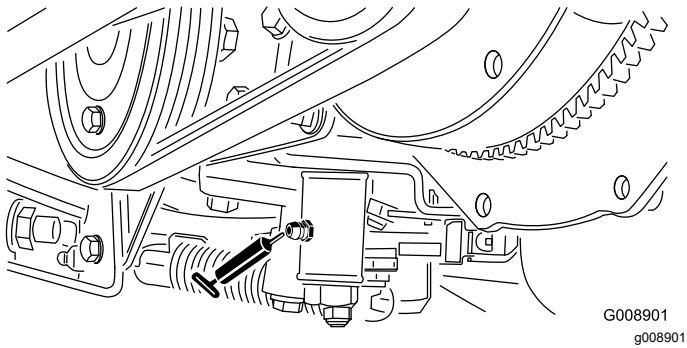

Figura 63
- Meccanismo di regolazione della folle (Figura 63)